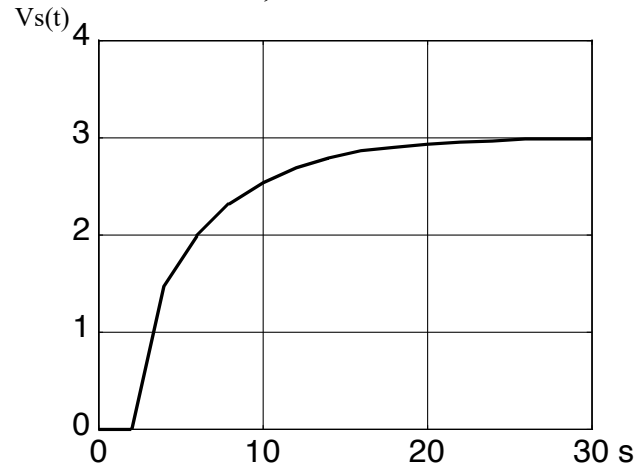

Figure 2 : Réponse indicielle
- 1) Une modélisation “grossière” de l’installation a permis de connaître la forme de la fonction de transfert  $G_1(p) = V_s(p)/U(p)$  : un premier ordre de retard pur  $\tau=2s$ , de gain statique  $K$  et de constante de temps  $T$ . La figure 2 représentant la réponse indicielle  $V_s(t)$  à une entrée  $U=3V$ , retrouver graphiquement les valeurs de  $K$ ,  $T$  et  $\tau$ .